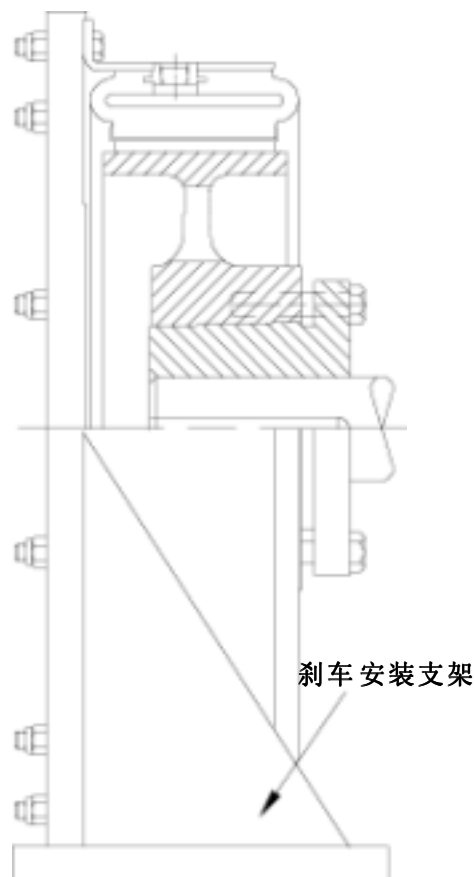

图 4
2.1.3 图 4 显示了典型的 CB 刹车应用。轮毂和轮毂轴套装于将被制动的轴上，离合器安装在牢固的安装支架或设备外壳之上。